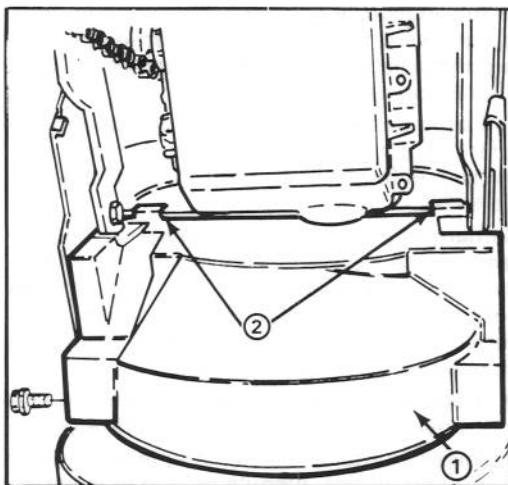

Figure 2
7. Montez le protège-courroie inférieur sur le dessous du carénage de la tarière et le châssis du moteur à l'aide de 2 boulons à tête à collerette de $\frac{1}{4}$ -20 x $\frac{1}{2}$ " de long (fig. 2). Vérifiez que les pattes de montage de protège-courroie sont bien positionnées vers l'arrière de la pièce du châssis du moteur.